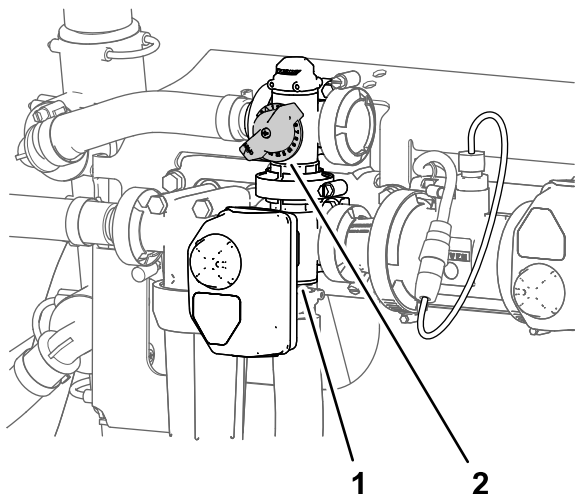

Figura 243
2. Regolate la valvola del circuito di bypass dell'agitazione (Figura 243) sinché il manometro indica una pressione dell'impianto di irrorazione di 6,9 bar.